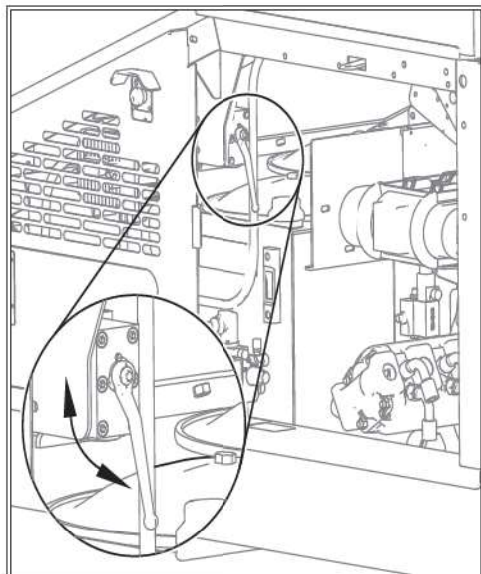

Figure 4.28 - Regeling van de rupsbanden, vast snelheid
1. Voor machines met optionele vaste snelheid zet u de hendel voor de snelheidsregeling van de rupsbanden omlaag (langzaam) als u de machine op een aanhanger wilt laden, zie afb. 4.28.